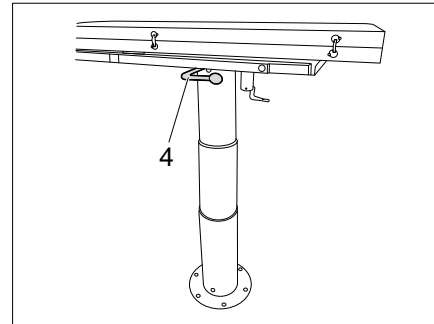

Bild 118 Klapptisch, absenkbar
- Hebel (Bild 118,4) für Tischabsenkung lösen und Tisch nach unten drücken.